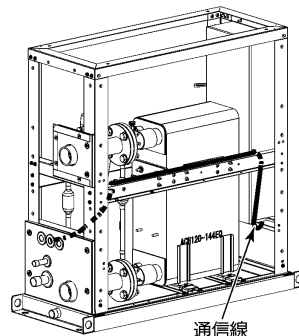

図1
- (1) エンジン・電動機などの高温発生部および可動部
- (2) 冷媒配管・圧力取出用細管部などの冷媒回路
- (3) 取付金具などの鋭利部
- 電源配線（AC200V）および通信線（リモコン配線、室外ユニット・水熱交換器ユニット間操作線）を電装BOXに引き込む際は、電装BOX側パネル・配管側パネル・天井パネルを外して図1のように横フレームにある配線用クランバーで固定して、取付金具の鋭利部などに触れないようにしてください。また、横フレームとサイドパネルの間に配線がはさまらないようにしてください。